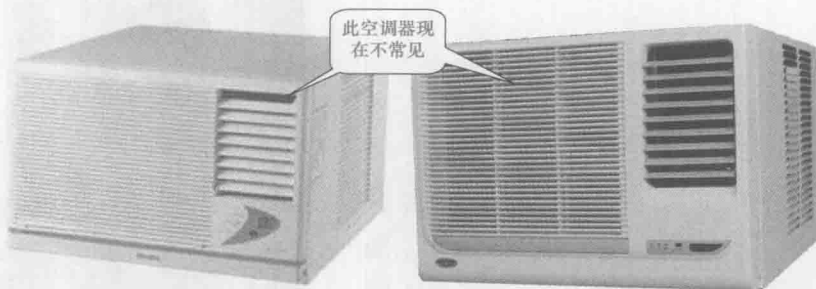

图 1-1 典型的窗式空调器外观
(1) 窗式空调器。窗式空调器是集制冷、通风、散热、控制于一体的整体式空调器,也是应用最多的整体式空调器。典型的窗式空调器如图 1-1 所示。